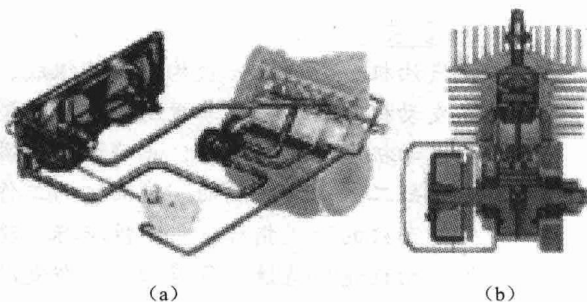

图 1-4 水冷与风冷发动机
③ 按冷却方式分类,可分为水冷式、风冷式发动机。以水或冷却液为冷却介质的称作水冷式发动机;以空气为冷却介质的称作风冷式发动机。水冷与风冷发动机如图 1-4 所示。